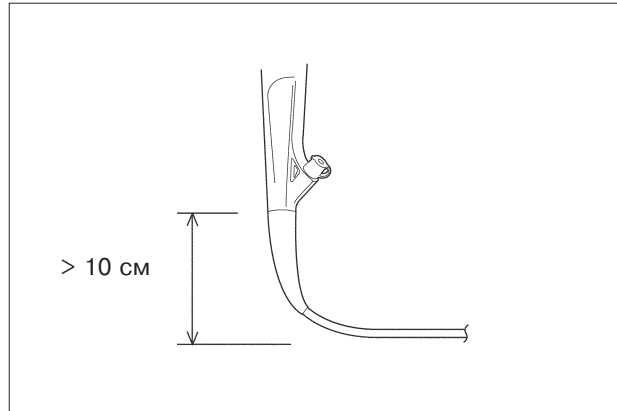

Рис. 4.2
- Не допускайте изгибания вводимой трубки на расстоянии меньше 10 см от защитного конуса. Это может привести к повреждению вводимой трубки (см. рис. 4.2).